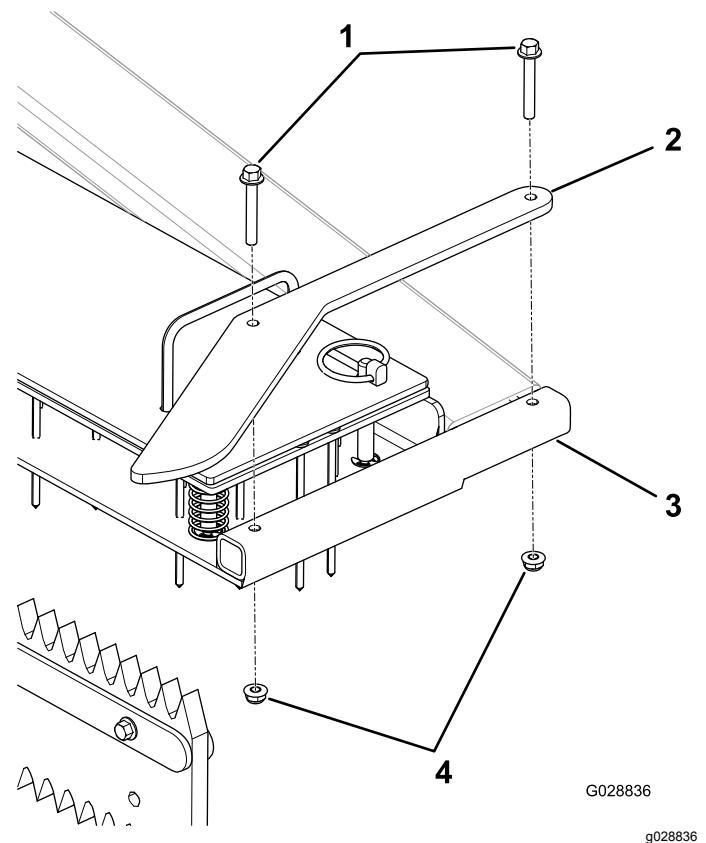

Figura 10
2. Fissate la protezione laterale con 2 viti e 2 dadi di bloccaggio (Figura 10).